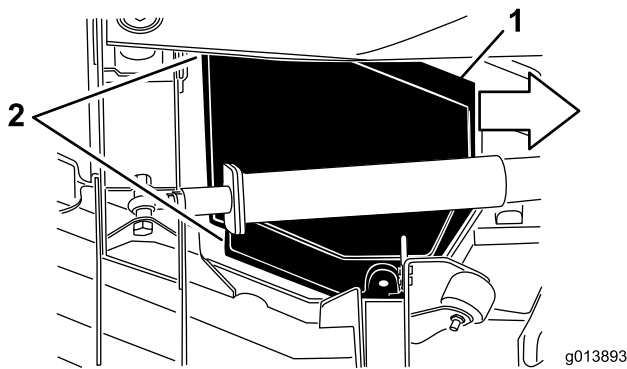

図 48
5. カバーを持ち上げながら、トラクションユニット側に約2.5cmほど引き出すと、外側カバーのエッジがデッキから外れる（図 48）。